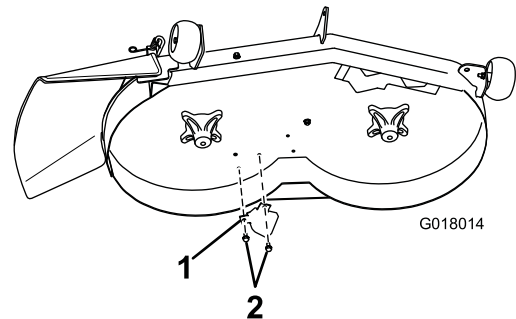

Figure 6
- Montez le déflecteur « kicker » sur la face inférieure du tablier de coupe à l'aide de 2 vis autotaraudeuses (5/16 x 3/4 po) à l'emplacement indiqué à la Figure 6.